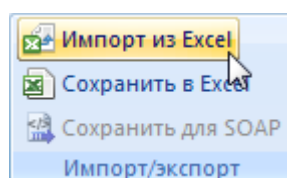

Рис. 9-102 – Кнопка «Импорт из Excel» панели «Импорт/экспорт»
- 2) Выделить в рабочем окне справочника («Организации» или «Оборудование и инструменты», др.) раздел типа «Уровень классификации», в который необходимо добавить данные из файла, и нажать кнопку «Импорт из Excel» панели «Правка» (рис. 9-102).